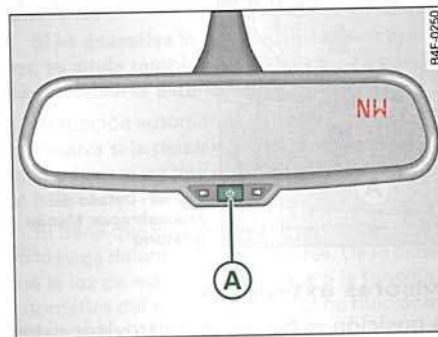

Fig. 85 Retrovisor interior: Brújula digital activada
- Pulse la tecla **A** ⇒ *página 90*, fig. 85 hasta que el número de la zona del campo magnético ajustada aparezca en el retrovisor interior.